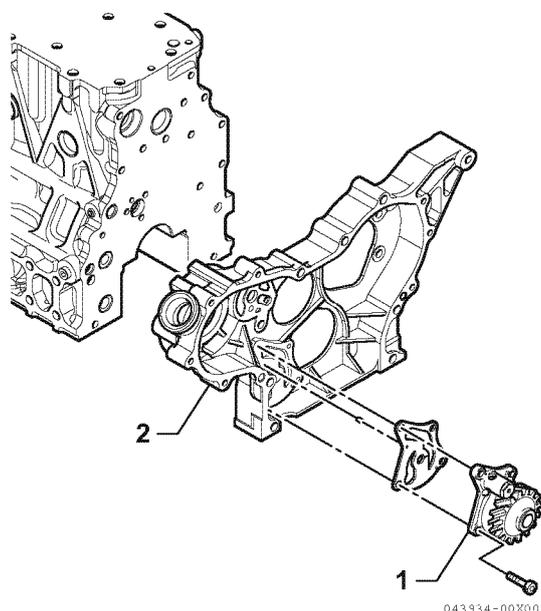

Figure 9-5
3. Retirez les boulons de montage de l'ensemble pompe à huile de lubrification. Retirez l'ensemble pompe à huile de lubrification (1, **Figure 9-5**) de la bride du carter d'engrenage (2, **Figure 9-5**).
4. Vous pouvez retirer manuellement le couvercle de la pompe à huile de lubrification (3, **Figure 9-5**) et le rotor externe (4, **Figure 9-3**).